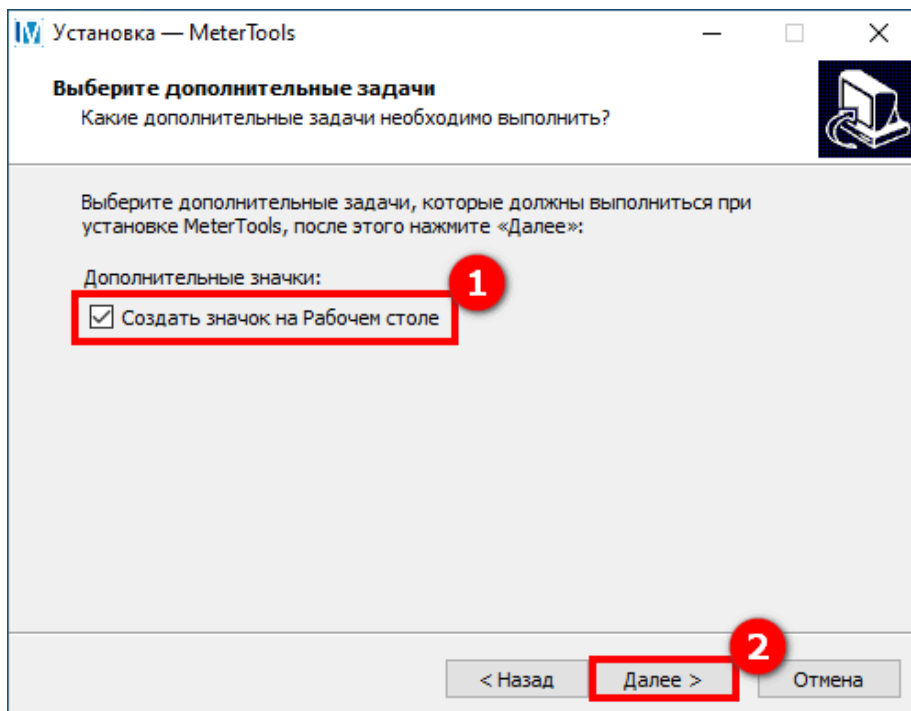

Рисунок 5 – Окно установки MeterTools
- цифры в круглых скобках в тексте перед наименованием рисунка, например: (1) (см. рисунок 5), означают порядковый номер шага на рисунке при выполнении того или иного действия, при этом номер рисунка указывается один раз и все последующие шаги относятся к данному рисунку, если нет ссылки на следующий.
По умолчанию **Мастер установки** создаст ярлык программы на Рабочем столе. В случае отсутствия необходимости в создании ярлыка программы на Рабочем столе – снимаем соответствующую отметку (1) (см. рисунок 5). Нажимаем кнопку **Далее** (2).